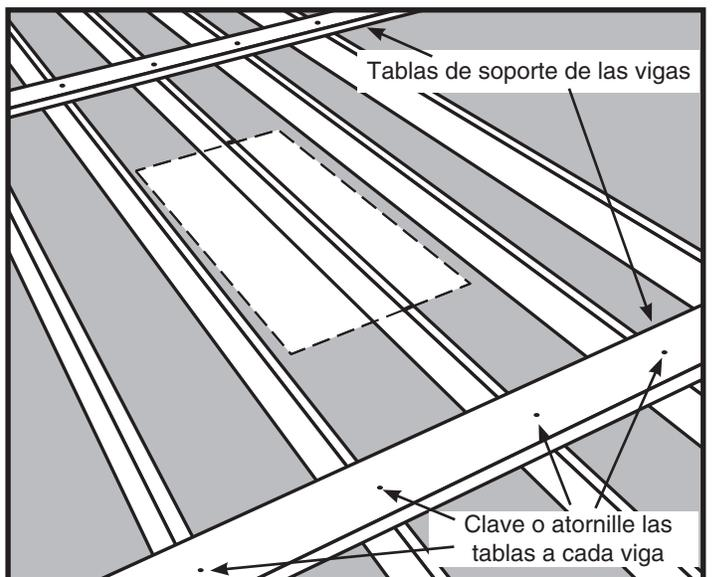

Figura 9
**Paso 2.** Corte dos (2) tablas del tamaño de las vigas, y de longitud suficiente para atravesar dos (2) vigas a cada lado de la ubicación elegida (vea la Figura 9). Estas tablas sostendrán las vigas que se cortarán, y ayudarán a que el cielorraso no se hunda o se desplome por completo cuando usted esté trabajando en el espacio superior.
**Paso 3.** Coloque estas tablas aproximadamente a 60.9 cm (24") del borde de la ubicación elegida, y clávelas (vea la Figura 9).